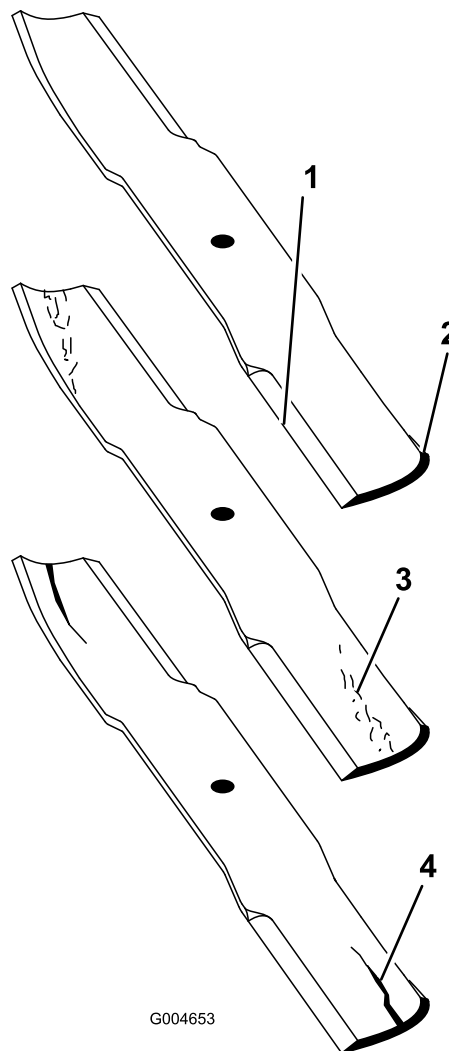

Figura 72
1. Inspeccione as extremidades de corte (Figura 72). Se as extremidades não estiverem afiadas ou estiverem amolgadas retire e afie as lâminas. Consulte Afiar as lâminas.
2. Inspeccione as lâminas, especialmente a área em curva (Figura 72). Se verificar quaisquer danos, desgaste, ou a formação de ranhuras nesta área (Figura 72), instale imediatamente uma lâmina nova.